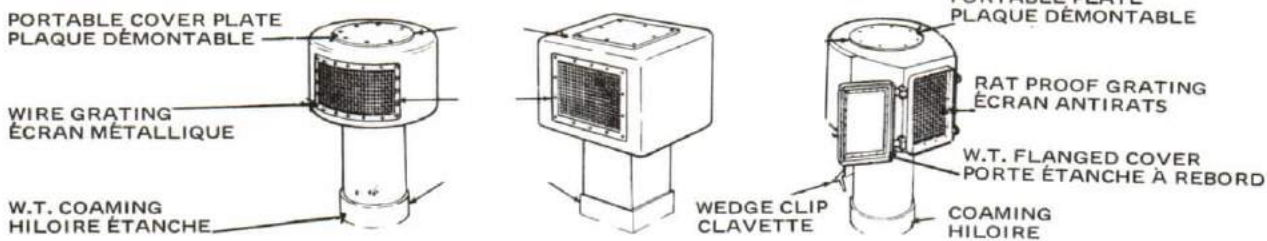

Figure 8-44
8. The openings fitted on the upper deck for ventilation are of two types; the mushroom top, see Figure 8-44, which stands on the deck and is built to prevent spray from entering the trunking, and the trunk terminal, which projects through screen bulkheads.
8. Les prises d'air du pont supérieur sont de deux genres: les champignons d'aération (voir la figure 8-44), installés sur le pont et conçus pour empêcher les embruns de pénétrer dans les conduites, et les tambours qui font saillie par les cloisons-écrans.